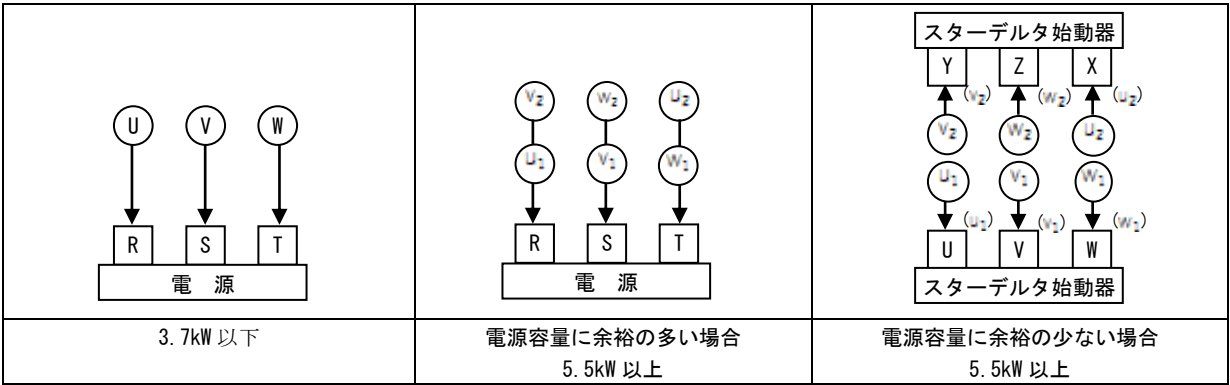

図 6 配線の接続方法
(1) 配線は図 6 又は電動機のターミナルボックス内蓋に表示された配線接続図に従い、行ってください。